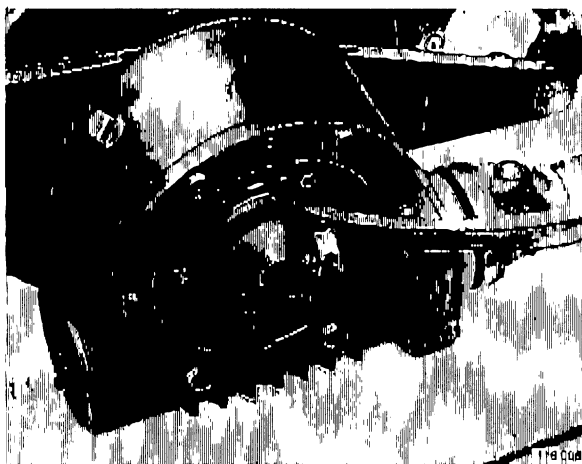

Bild 38. Slangar till växelhus
8. Ta bort ventilationsslangen och slangen till manöverdonet. Bild 38.